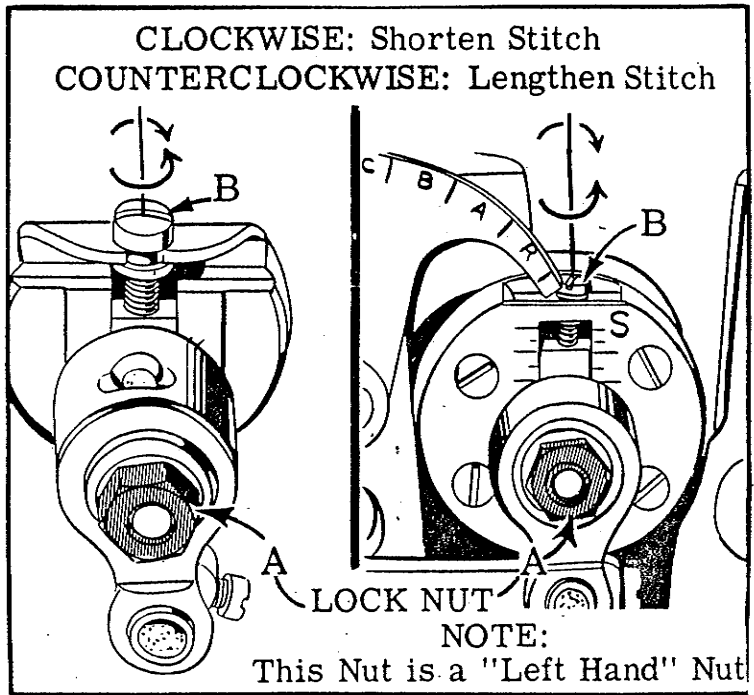

Fig. 30
Fig. 30 El ajuste de la longitud de la puntada es realizado aflojando la tuerca de fijación (A) que tiene una rosca hacia la izquierda. Girando el tornillo (B) en el sentido del reloj, se acorta la puntada. Girando el tornillo en el sentido contrario al del reloj se alargará la puntada. El colocar el perno a medio camino (de la parte superior a la inferior) es un buen punto de comienzo en la 52800. En las nuevas máquinas (57800) la cabeza del eje principal está marcada con una "S" y una "L". Moviendo el perno hacia la "L" se alargará la puntada.